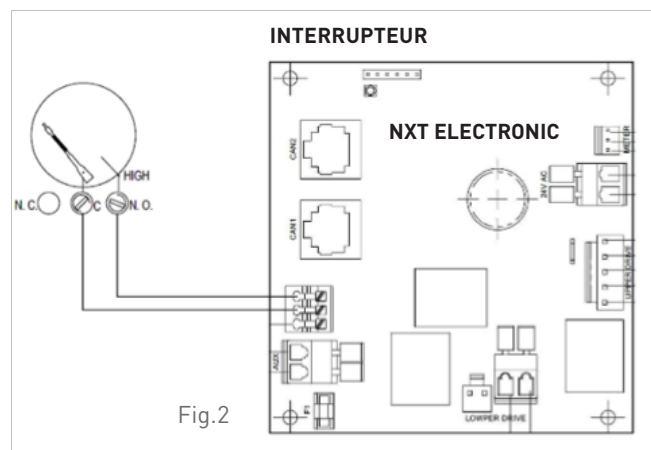

Fig.2
- Raccordez l'interrupteur au NXT (voir Fig. 2)